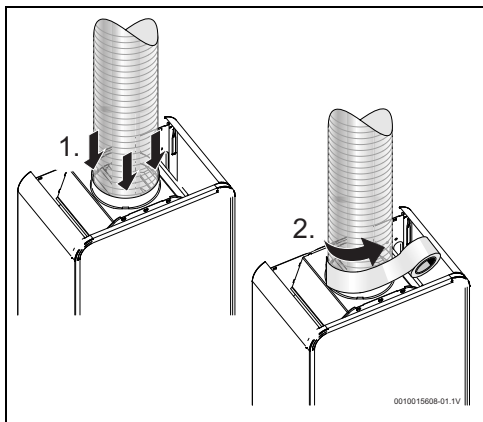

Fig. 10
- être insérée à l'intérieur de la bague de la cheminée (→ dimension de la bague dans le Tabl. 4), sans espace libre, et reposer sur les raccords. En présence d'un espace libre, le raccordement doit être étanchéifié à l'aide du matériau adapté (Fig. 10),